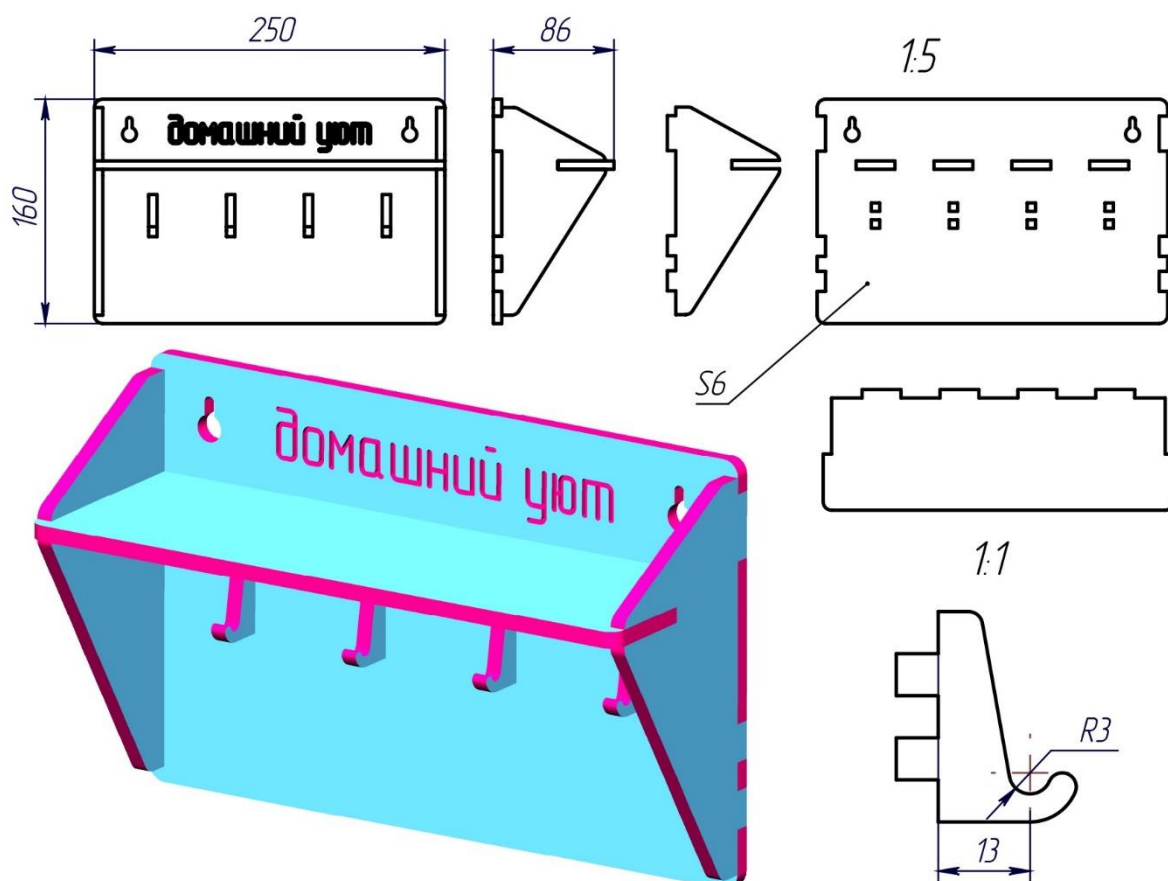

Рисунок 1 – Оригинальная модель изделия «Вешалка ключей»
- Необходимо использование метода соединения шип-паз для сопрягаемых деталей: два боковых ребра, задняя стенка, полка, 4 крючка (см. Рисунок 1).